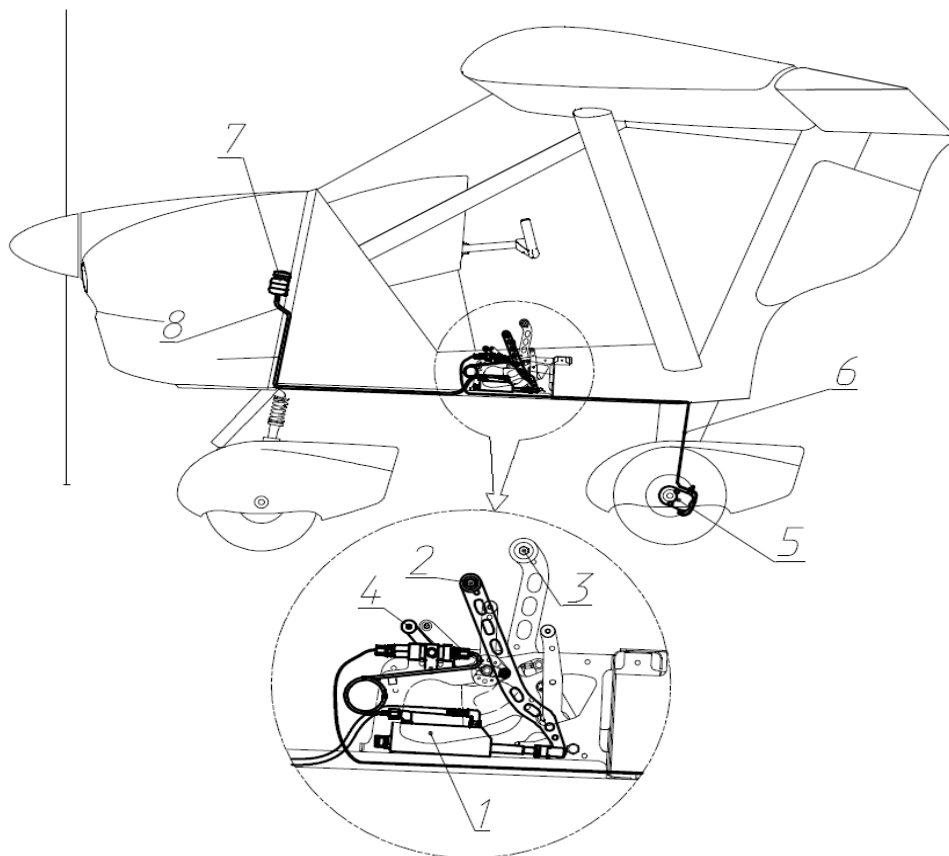

Fig. 12 Système de freinage
Les freins des trains principaux (**Fig. 12**) sont actionnés hydrauliquement par le levier de frein (2) (installé près de la manette des gaz 3) en agissant sur la pression fournie par le maître-cylindre (1) qui alimentent les cylindres asservis (5) dans les roues.